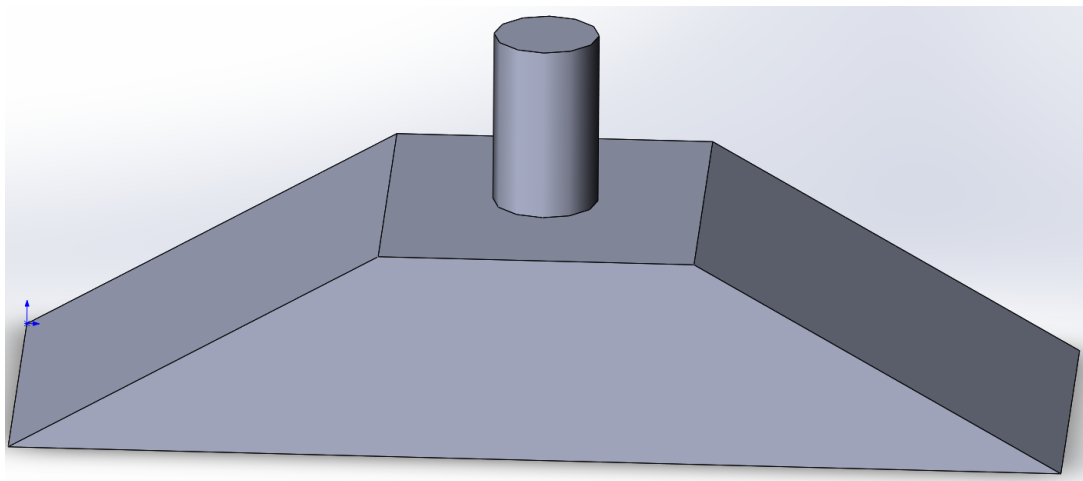

Рисунок 15 – заготовка для формы крепления
20. Вытянуть на 5 мм (рис. 15).